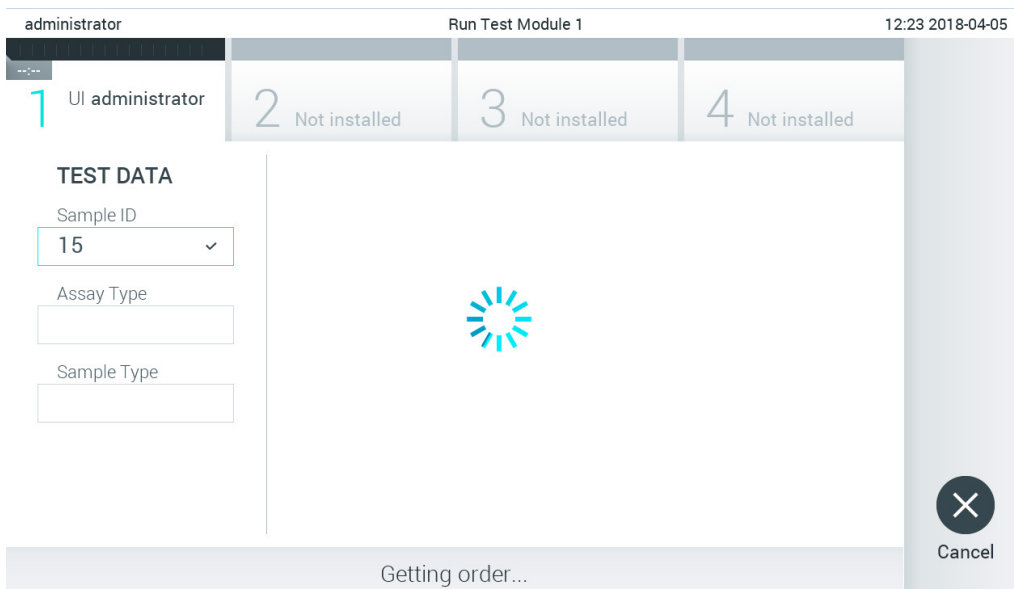

Figura 83. Apresentação durante a obtenção de um pedido de teste.
3. A Sample ID (ID da amostra) é enviada para o anfitrião e, enquanto o QIAstat-Dx Analyzer 1.0 aguarda por um pedido de teste, é apresentada a mensagem "Getting order..." (A obter pedido...) (Figura 83).